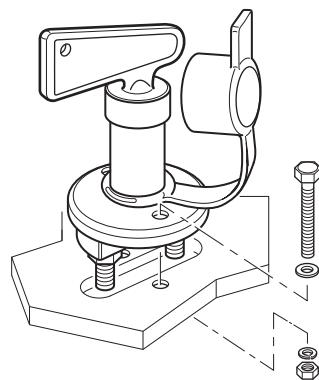

Fig. 45
- Monter batteriafbryderen på et egnat sted i køretøjet, og fastgør den med de medfølgende skruer (Fig. 45).